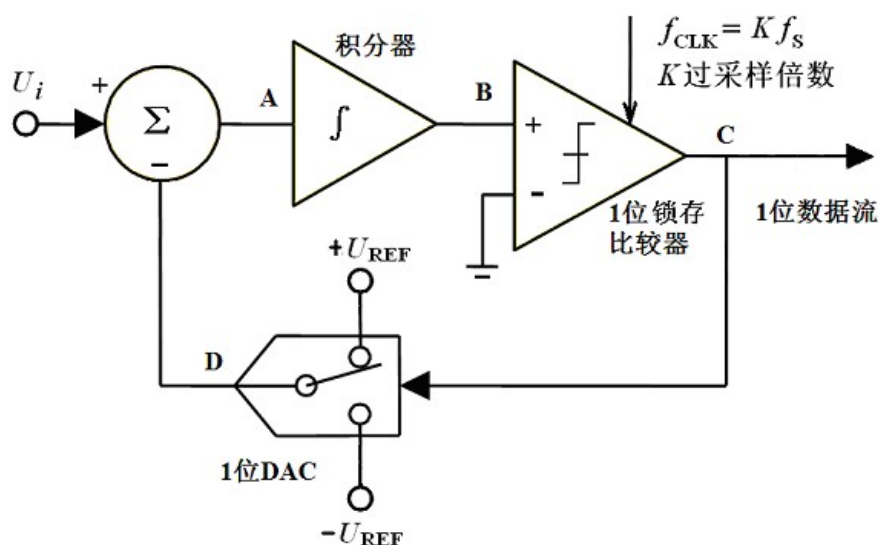

图 2 1 阶 Σ - Δ 调制器的结构框图
- (1) 设计并制作 1 阶 Σ - Δ 调制器，具体电路框图如图 2 所示。图中 U_{REF} 为 2V。要求 Σ - Δ 调制器输出的 1 位数据流为 TTL 电平，时钟频率 f_{CLK} 自定。（12 分）
- (2) 利用（1）中制作的 1 阶 Σ - Δ 调制器，设计并制作 Σ - Δ 型 A/D 转换电路。要求 A/D 转换电路可设置工作于下列两种模式：（32 分）
- (3) 设计并制作 Σ - Δ 型 A/D 转换电路的采样数据显示装置。要求可以显示 A/D 转换电路连续采样数据波形，显示的波形数据点数不少于 200 点。同时，在波形上显示一个光标，移动光标时能显示相应波形点的采样数据。（6 分）
- (4) 改进 Σ - Δ 型 A/D 转换电路的显示装置，要求能计算 A/D 转换电路输出的采样数据的方差 σ^2 ，并实时显示。方差的计算使用连续 1 秒的采样数据直接计算。（10 分）
- (5) 改进 Σ - Δ 型 A/D 转换电路的设计，尽量减小 A/D 转换电路的本底噪声和量化噪声，提高 Σ - Δ 型 A/D 转换电路的采样精度。实现 Σ - Δ 型 A/D 转换电路能工作于下列模式：（20 分）